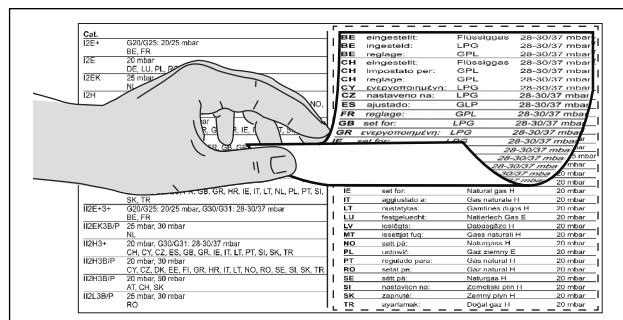

рис. 5.27 Наклеить заводские таблички комплекта форсунок
- ▶ Наклейте входящие в комплект поставки заводские таблички комплекта форсунок на соответствующем месте над заводской табличкой комплекта форсунок, находящейся на нижней стороне варочной панели (см. Рис. 5.27), а также на оборотной стороне руководства по эксплуатации и монтажу.